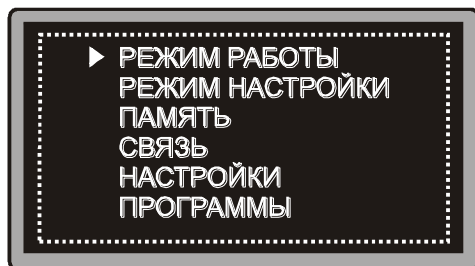

Рис. 6.1 Основное меню дефектоскопа
6.1.1.2 Для вызова основного меню дефектоскопа однократно нажать кнопку "✖" (рис. 6.1).